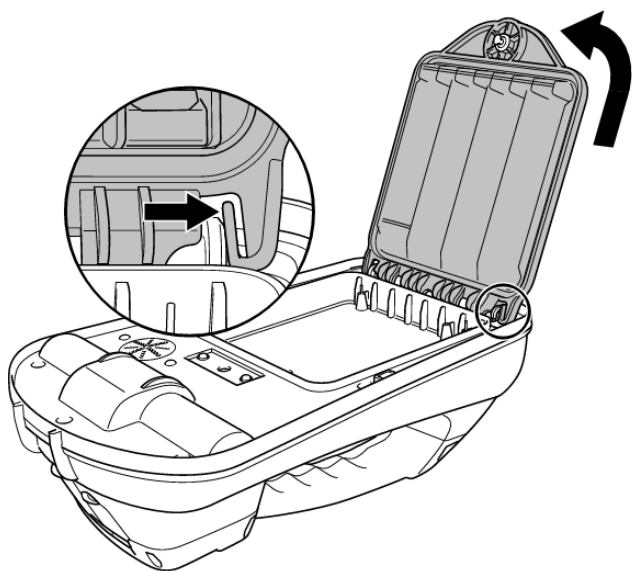

Figure 4.10 : Pression sur le dispositif de déverrouillage et retrait du bloc batterie
- 3 Détachez le loquet de retenue (fig. 4.10) en appuyant doucement dessus, puis sortez le bloc batterie